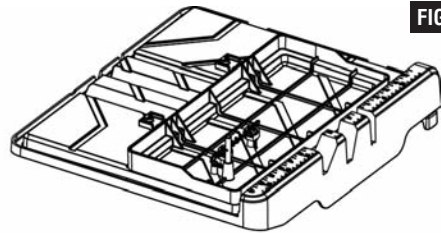

FIG. 27
6. Retirez la table de travail de rallonge, retournez-la et assujettissez-la à la table de travail coulissante (Fig. 27).